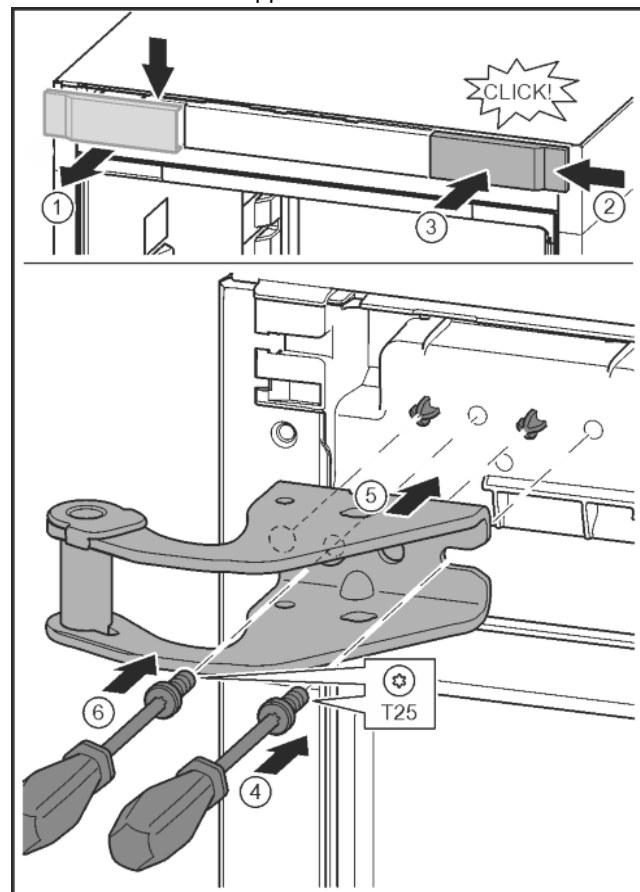

Fig. 10
- ▶ Staccare la copertura e rimuovere lateralmente. Fig. 10 (1)
- ▶ Agganciare la copertura ruotata di 180° sull'altro lato da destra. Fig. 10 (2)
- ▶ Inserire a scatto la copertura. Fig. 10 (3)
- ▶ Applicare la vite con il cacciavite T25. Fig. 10 (4)
- ▶ Applicare il blocco di supporto superiore. Fig. 10 (5)
- ▶ Serrare la vite. Fig. 10 (4)
- ▶ Applicare la vite con il cacciavite T25 e serrare. Fig. 10 (6)